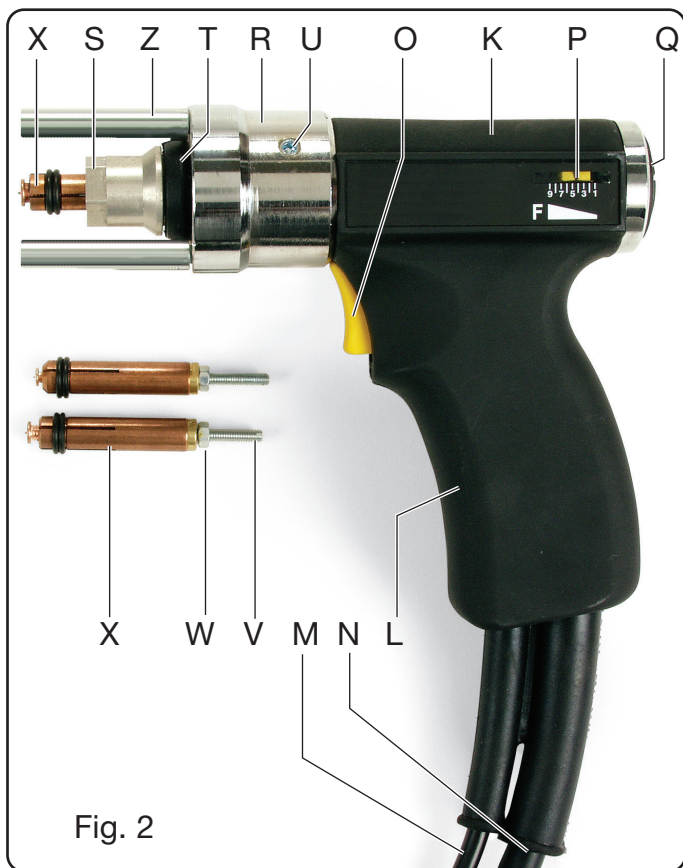

Fig. 2
pince à 0,8 , 1,2 mm au moyen de la vis V et ensuite bloquer à l'aide de l'écrou W (figure 2).
Insérer la pince **X** dans le mandrin du pistolet (fig. 2), l'enfoncer complètement et bloquer l'écrou S à l'aide de la clef hexagonale 17 mm fournie.
- insérer le goujon choisi dans la pince **X** (réglée au préalable comme décrit dans la Fig. 2)